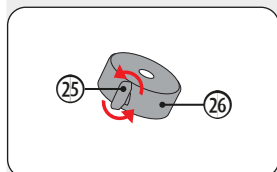

Fig. 12: Contragewicht-borgschroef uitdraaien
2. Draai de fixeerschroef (25) zo ver uit het contragewicht (26) (Fig. 12) dat deze door het gat niet meer zichtbaar is (Fig. 12).